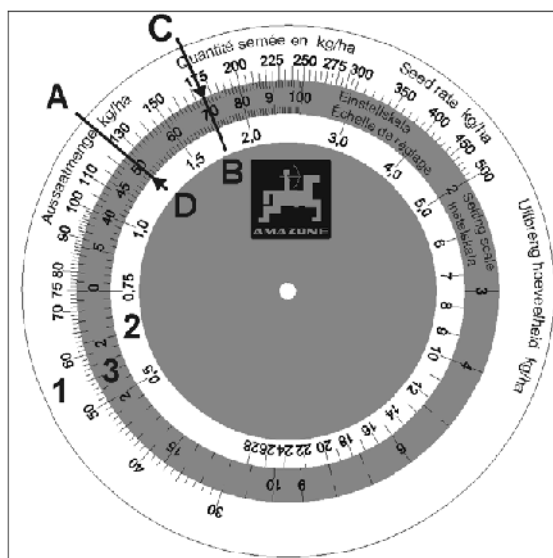

Fig. 84
El disco de cálculo consiste de tres escalas: una escala exterior blanca (Fig. 84/1) para todas las cantidades de siembra mayores que 30 kg/ha y una escala interior blanca (Fig. 84/2) para todas las cantidades de siembra menores que 30 kg/ha. Sobre la escala intermedia, de color (Fig. 84/3) están indicadas las posiciones de engranaje de 1 hasta 100.
- Superponer la cantidad de siembra 125 kg/ha (Fig. 84/A) y la „Posición de engranaje 50” (Fig. 84/B) sobre el disco de cálculo.
- Ahora lea sobre el disco de cálculo la posición de engranaje para la cantidad de siembra deseada de 175 kg/ha (Fig. 84/C). En nuestro ejemplo ello es la „Posición de engranaje 70” (Fig. 84/D).